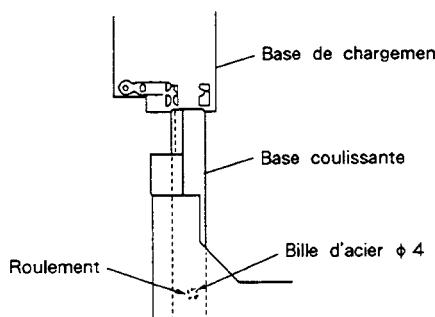
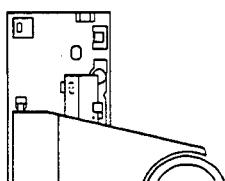

Fig. 9-9
Fig. 9-10
<p>Remonter le plateau du disque selon la procédure ci-après après avoir terminé l'ajustement de grincement.</p> <ol style="list-style-type: none"> 1. Retirer le disque et l'entretoise. 2. Tout en levant l'attache (marquée par ④ sur la Fig. 9-4) de la main droite, tenir le plateau de la main droite comme illustré par ⑤ et déplacer la base coulissante dans les armatures en résine dure sur la base de chargement, comme indiqué sur la Fig. 9-9 pour ré-insérer le plateau du disque. A ce moment, prendre soin de tenir la bille d'acier en place par l'index de la main droite. Veiller également que le panneau avant ne soit pas endommagé par le roulement (dans la base coulissante), entrant en contact avec le panneau. 3. Insérer la base coulissante de sorte qu'elle s'engage dans les armatures en résine dure à l'arrière de la base de chargement (voir Fig. 9-10). 4. Insérez à ferme le plateau.